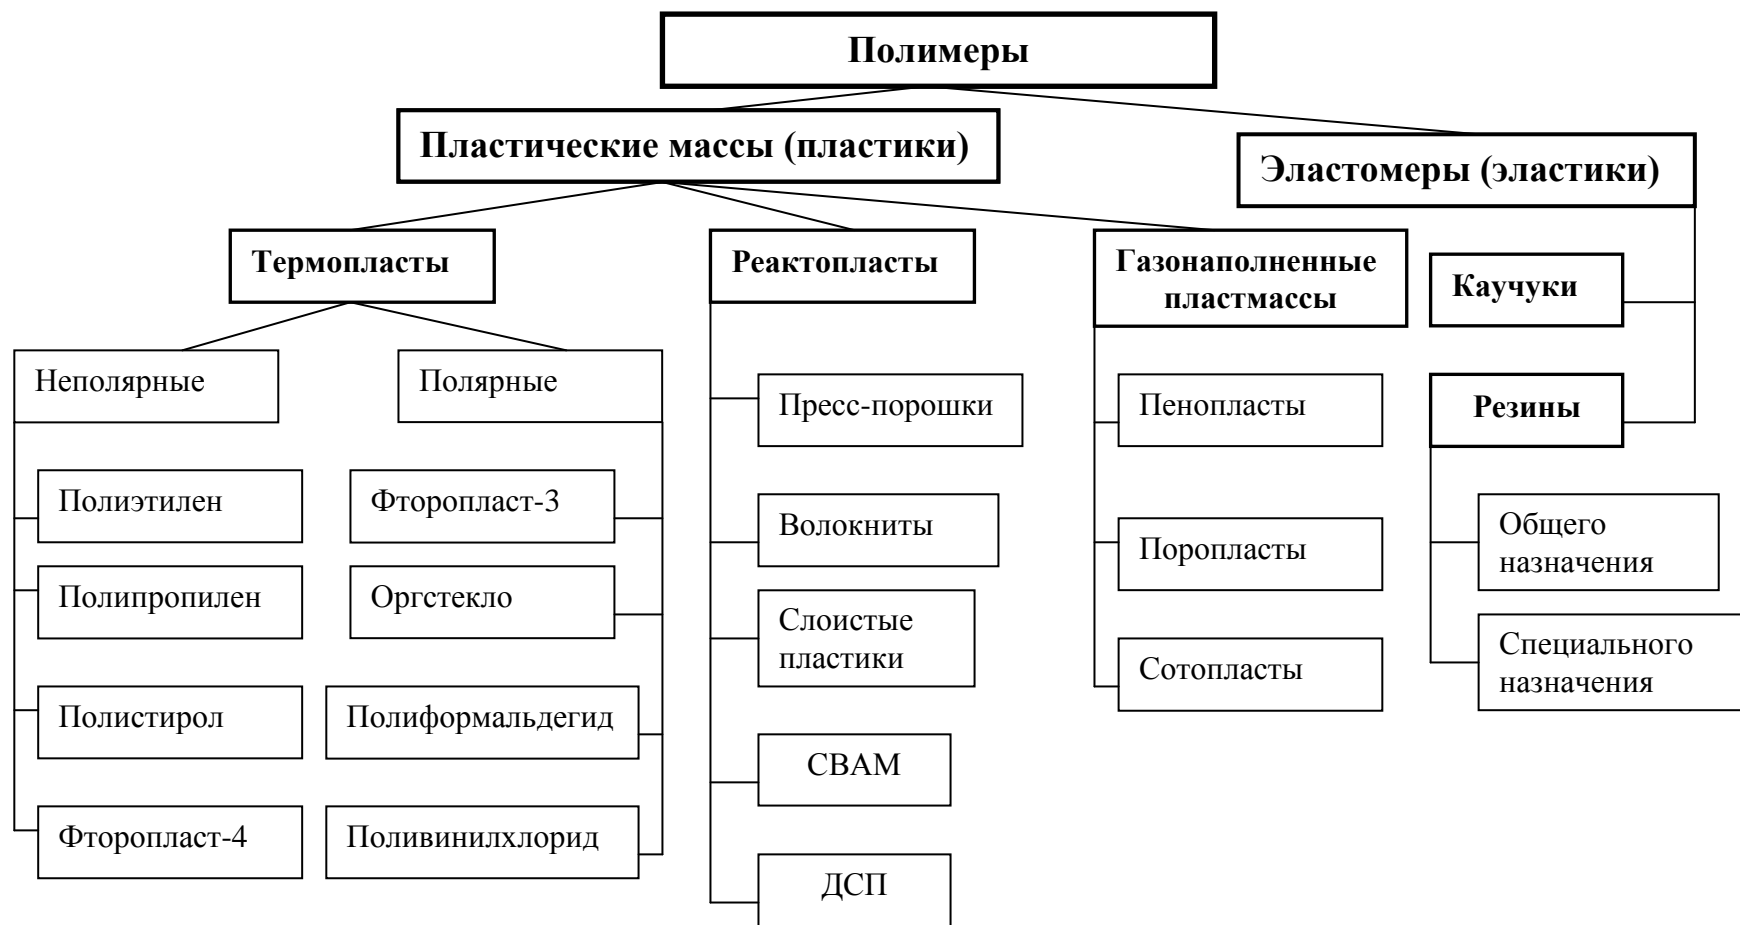

Рис. 2. Общая классификация полимеров
Существует несколько видов классификации полимерных материалов (рис. 2):
**По совокупности свойств** пластические массы делятся на: термопласты, реактопласты, газонаполненные пластмассы и эластомеры (рис. 2).
– **по строению** – на полярные и неполярные (рис. 2).
**К неполярным термопластам** (рис. 2) относят полиэтилен высокого (ПЭВД) и низкого (ПЭНД) давления, полипропилен, полистирол и фторопласт-4.
**К полярным термопластам** (рис. 2) принадлежат: фторопласт-3, органическое стекло, поливинилхлорид, полиформальдегид и другие материалы.
Реактопласты классифицируют в зависимости от формы частиц наполнителя. Их подразделяют на порошковые, волокнистые и слоистые пластмассы (рис. 2).